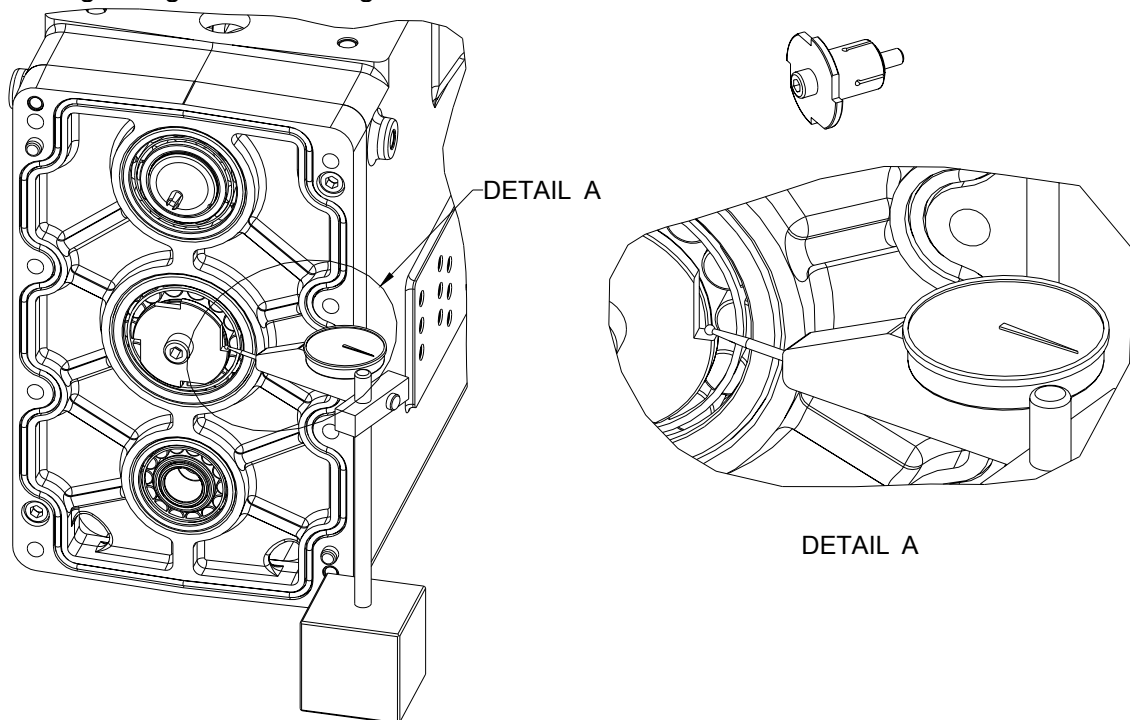

Abbildung 5
- Prüfen Sie, ob Flankenspiel vorhanden ist. Verwenden sie hierzu Werkzeug Nr. ZT25.01.01.961, siehe Abbildung 5. Um eine optimale Funktion gewährleisten zu können, müssen ca. 0.12-0.16mm Flankenspiel vorhanden sein. Das Flankenspiel lässt sich einstellen, indem das komplette Sperrdifferential etwas mehr nach links bzw. rechts gesetzt wird. Die Gesamtdicke der Einstellscheiben muss dabei jedoch erhalten bleiben, um die eingestellte Vorspannung beizubehalten.